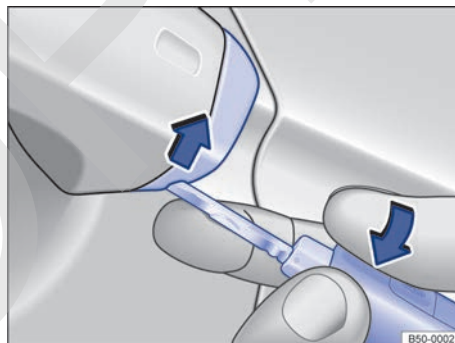

Fig. 54 Manilla de la puerta del conductor: desprender la caperuzca haciendo palanca.
- Desprenda la caperuza haciendo palanca con el paletón en el sentido de la flecha → fig. 54.